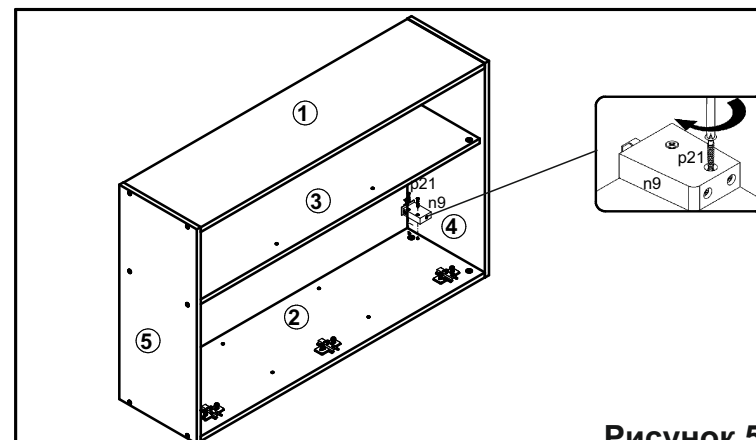

Рисунок 5
- В отверстия **Ø3 мм** (кернения) шурами **p21** на стенках боковых **1,2** закрепить кронштейны для навешивания **n9** (**см. рис. 5**).